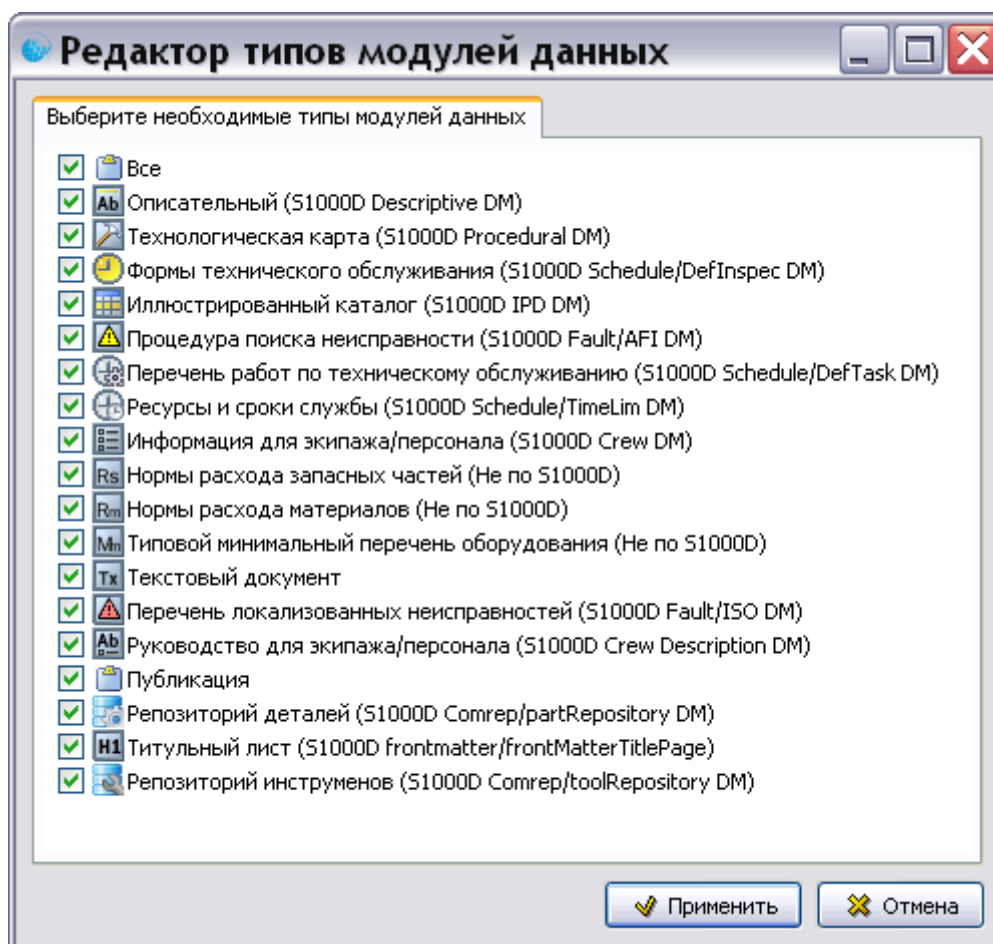

Рис. 65
- **По типу модуля данных.** Для выбора определенных типов МД для поиска включите радиокнопку у параметра **Выбранные типы** и нажмите на кнопку  справа от иконок МД. В окне **Редактор типов модулей данных** укажите требуемые для поиска типы МД и нажмите на кнопку **Применить** (Рис. 65).